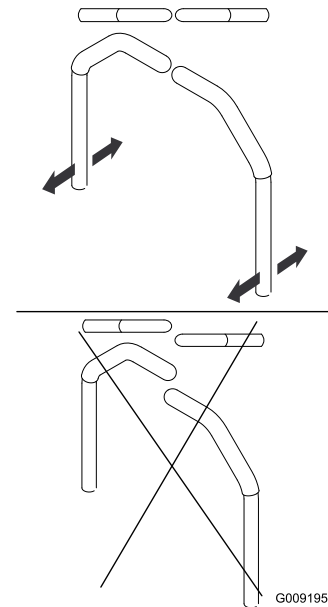

Figura 85
4. Alinee las palancas en el sentido adelante/atrás acercándolas a la posición de punto muerto, y moviéndolas hasta que estén alineadas; luego apriete los pernos (Figura 85).